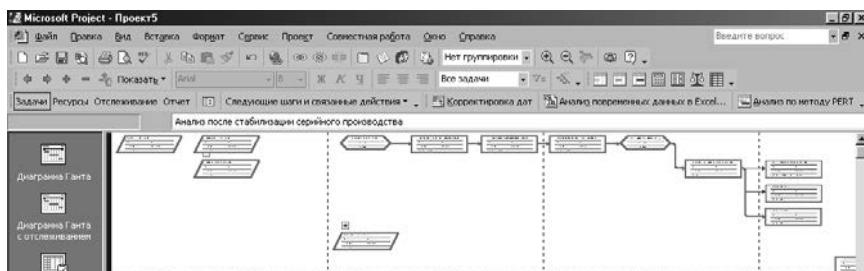

Рис. 60. Приклад сітьової діаграми у MS Project
- Задати перелік робіт та віх проектів згідно з рис. 60.